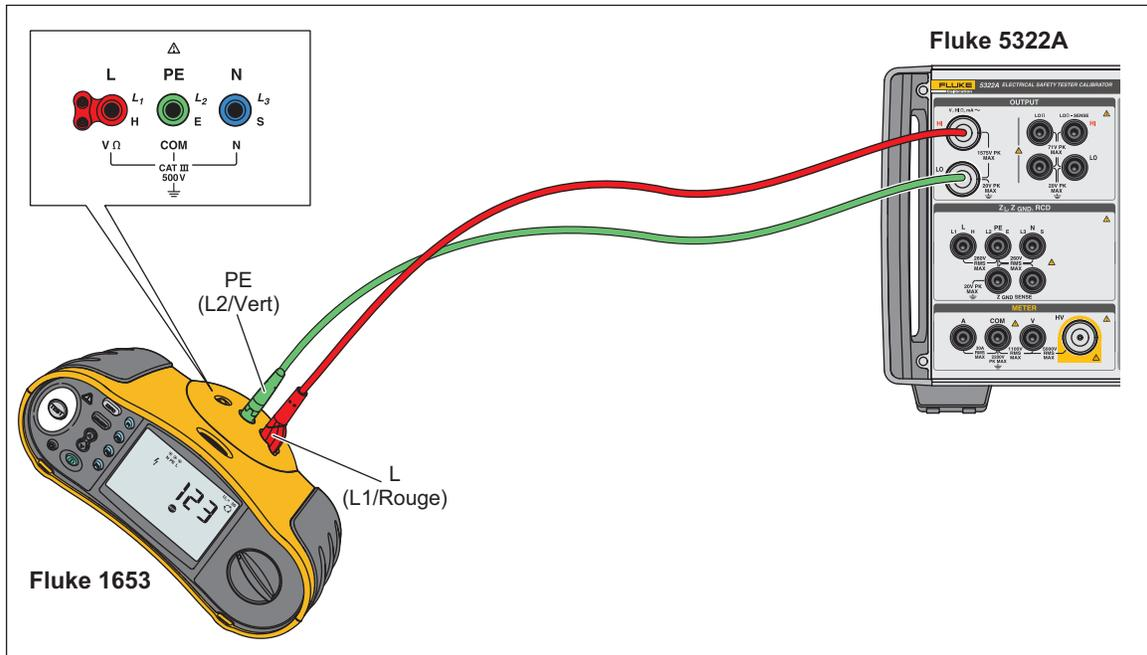

Figure 52. Etalonnage de la tension sur les testeurs d'installation alimentés par batterie
1. Reportez-vous aux Figures 52, 53 et 54 pour connecter l'appareil testé aux bornes OUTPUT **V HI** et **LO** du produit.